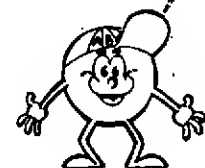

Fig.14
- FIG. 14 - Algumas representações dos blocos integrados DIGITAIS ou LÓGICOS mais comuns (existem muitos outros, que veremos quando chegar a hora...). Tratam-se de **gates** ou **portas** digitais, intensamente usadas nos circuitos de computadores e aplicações congêneres. sempre lembrando que num bloco DIGITAL as manifestações são sempre "radicais", TUDO ou NADA, níveis nitidamente ALTOS ou BAIXOS de Tensão, vejamos, basicamente, o comportamento de cada um dos blocos/exemplo (detalhes apenas Vocês verão mais adiante, quando nosso "Curso" atingir o fascinante campo da Eletrônica Digital, daqui a alguns meses...).
- FIG. 14-A - Bloco lógico "E" (ou AND, em inglês). A saída S apenas ficará "alta" quando as Entradas E1 ou E2 forem excitadas com nível também "alto"...
- FIG. 14-B - Bloco lógico "OU" (OR, em inglês...). A saída S mostrará nível de Tensão "alto" quanto a Entrada E1 ou a Entrada E2 (ou ainda ambas...) for excitada por nível "alto"...
- FIG. 14-C - Bloco lógico "NÃO E" ou "NE" (NAND, em inglês...). A saída S apenas ficará "baixa", quando a Entrada E1 e a Entrada E2 ficarem ambas "altas", em termos de Tensão "radical"...
- FIG. 14-D - Bloco lógico "NÃO OU" ou "NOU" (NOR, em inglês...). A Saída S mostrará nível de Tensão "baixo" quando a Entrada E1 ou a Entrada E2 (ou ainda ambas...) forem excitadas por nível de Tensão "alto"...
- FIG. 14-E - Bloco lógico NÃO INVERSOR (**buffer**). "Aparentemente" sem função, já que o nível de Tensão ("alto" ou "baixo") apresentado à Entrada E é
- FIG. 14-F - Bloco lógico INVERSOR (NOT). O nível "radical" de Tensão que aparece na Saída S é **contrário** ao apresentado à Entrada E ("alto" em E, "baixo" em S - "baixo" em E, alto em S...). Embora simples, a função é importante no desenvolvimento de circuitagens DIGITAIS, como veremos no futuro...